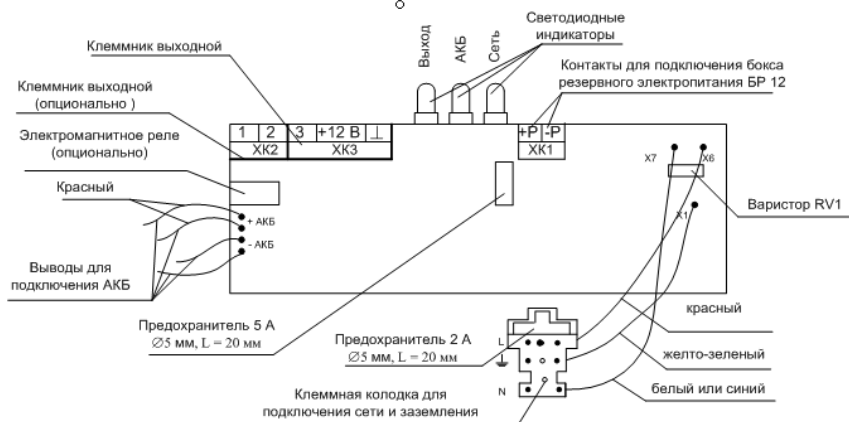

Рисунок 3 – Плата источника
6.4 Подключение соединений производить в следующей последовательности (см. рисунок 3):